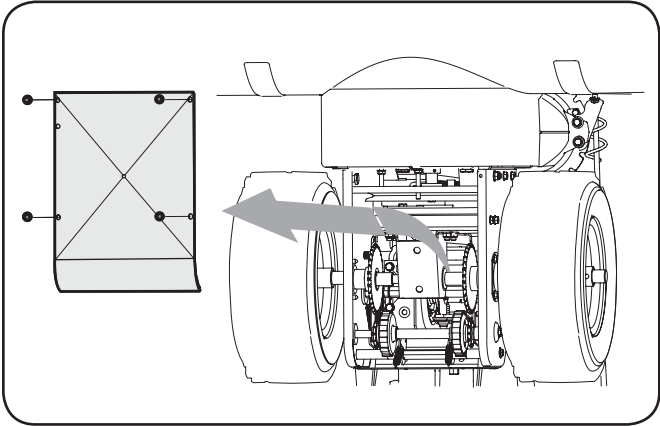

Figure 6-6
- Enlevez les vis du couvercle du châssis, sous la souffeuse. Voir la Figure 6-6.
2. Retirez le couvre-châssis du dessous de la souffeuse en enlevant les vis auto-taraudeuses. Voir la Figure 6-6.